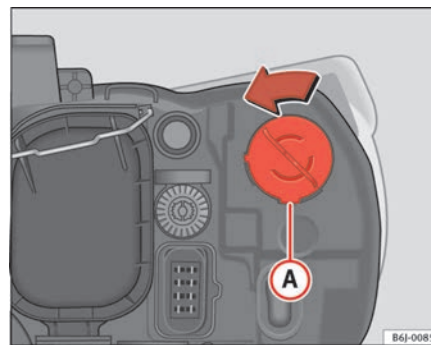

Fig. 145 Luz indicadora de mudança de direcção
- Rodar o porta-lâmpadas ⇒ fig. 145 **A** para a esquerda e puxar.